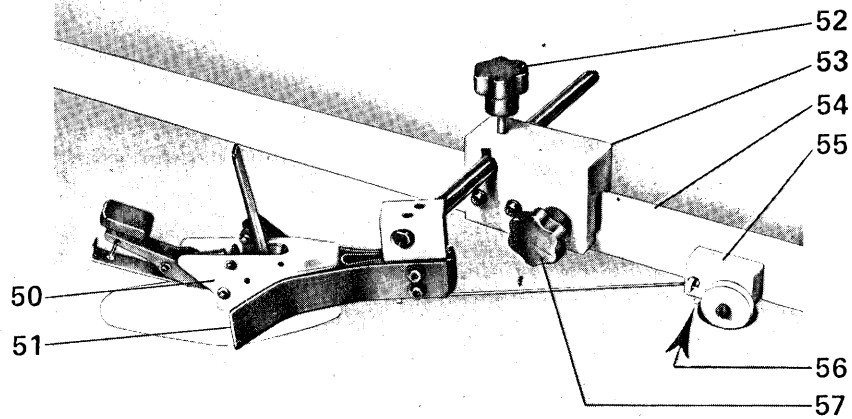

Fig. 21
- Fixer le bloc avec poulie (55 fig.21) à la barre à "L" (54 fig.21) au moyen des deux vis à tête hexagonale.
- Positionner le bloc coulissant (53 fig.21) sur la barre à "L" et le maintenir dans cette position en bloquant le pommeau (57 fig.21)
- Mettre en place la poulie et nouer l'extrémité libre du fil (56 fig.21) après l'avoir fait passer dans le trou de la table.
- Eloigner la pince (50 fig.21) de l'arrêt et contrôler que celle-ci retourne facilement dans sa position initiale (vérification à effectuer sans poids supplémentaires appliqués à la poulie mobile). En cas contraire, il faut nettoyer avec de la poudre de Teflon (en dotation) le plan de travail, la semelle de la pince et contrôler le coulissement de la poulie et de la corde dans celle-ci.
- En desserrant le pommeau (57 fig.21) on peut déplacer la pince de façon à la rapprocher ou à l'éloigner de la tête couseuse.
- En desserrant le pommeau (52 fig.21) on peut déplacer la pince vers le centre de la table ou vers la partie opposée.